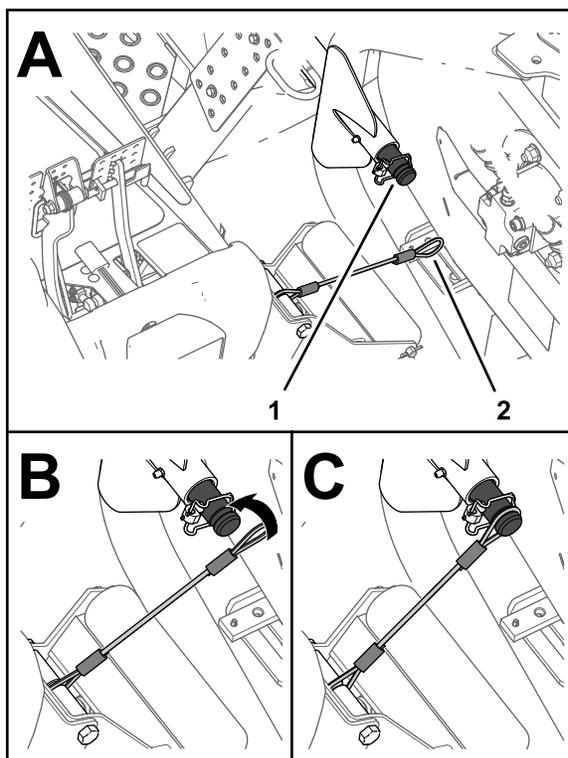

Figura 33
5. Alinhe o cordão com o eixo de suporte do braço de elevação para a unidade de corte que se move para fora (Figura 33).
6. Passe o laço no cordão por cima do eixo de suporte até que o cordão fique posicionado na ranhura do eixo (Figura 33).